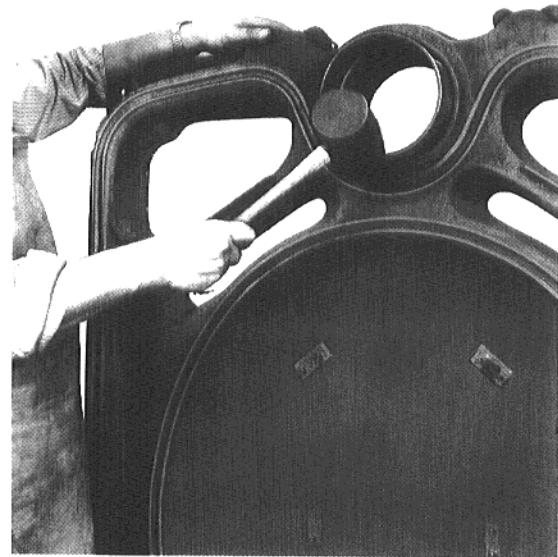

Рис. 13
- Легкими ударами молотка (деревянным или резиновым), ровно вставить ниппель (размер 181/70) в верхнюю и нижнюю ступицы заднего элемента, удары следует всегда производить крест-накрест (рис. 13).
- Легкими ударами молотка (деревянным или резиновым), ровно вставить ниппель в верхнюю и нижнюю ступицы среднего элемента, удары следует всегда производить крест-накрест (рис. 13).